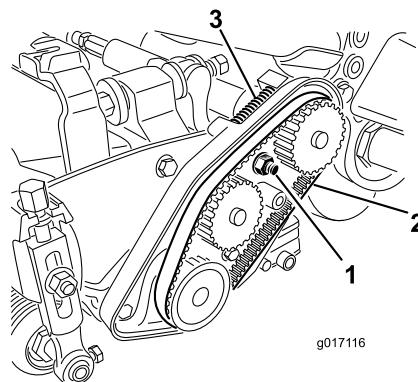

Figura 48
- A. Afloje la tuerca de montaje del alojamiento del cojinete (Figura 48).
- C. Limpie cualquier residuo dentro del compartimento de la correa y alrededor del muelle de compresión (Figura 48).